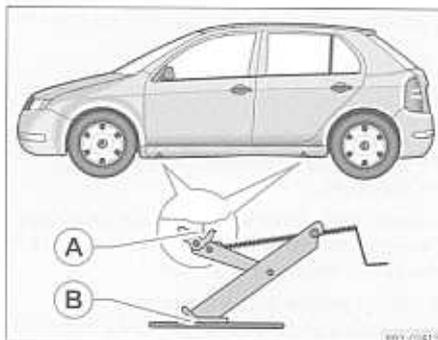

Fig. 145 Cambio de rueda: lugares de apoyo del gato
- Para apoyar el gato, elija el punto de alojamiento del larguero inferior que se encuentre más cerca de la rueda defectuosa → fig. 145.
- Colocar el gato de tal modo, que su garra abarque el alma vertical del larguero inferior (A) y la superficie de apoyo inferior del gato (B) se encuentre en toda su superficie sobre el suelo firme.